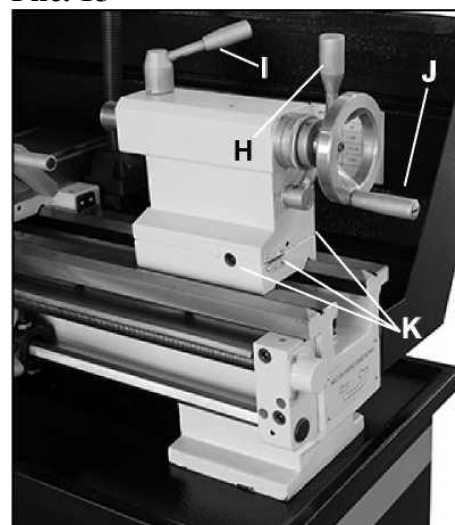

Рис. 16
13. Зажимной винт задней бабки (H, Рис. 16)
14. Зажимная рукоятка пиноля задней бабки (I, Рис. 16)
15. Маховик хода пиноля задней бабки (J, Рис. 16)
16. Регулировка смещения задней бабки (K, Рис. 16)